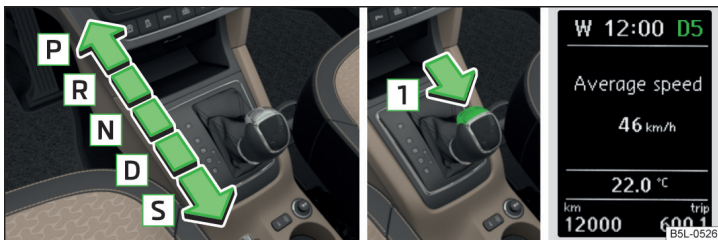

Fig. 130 Levier sélecteur / touche de verrouillage / affichage sur le visuel
Lorsque le contact est mis, le mode de la boîte de vitesses et la vitesse actuellement enclenchée sont affichés sur le visuel » fig. 130.
Le levier sélecteur permet d'enclencher les modes suivants » fig. 130.
Avant d'enclencher le mode **S** à partir du mode **D** il faut appuyer sur la touche de blocage dans le sens de la flèche **[1]** » fig. 130.
➤ Appuyer sur l'accélérateur et appuyer simultanément sur la touche de verrouillage dans le sens de la flèche  » fig. 130 à la page 145.
La vitesse actuellement enclenchée s'affiche sur le visuel » fig. 130 à la page 145.
- Appuyer sur la touche de blocage dans le sens de la flèche **1** » fig. 130 à la page 145 et la maintenir enfoncée.